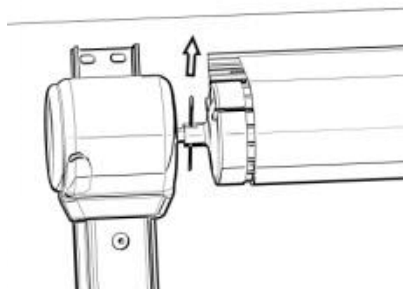

Figure C24
3.9 Entfernen Sie den Sicherungsstift auf der Seite der Spule, die nicht dem Motor zugewandt ist (Abbildung C24). Den Klapparm lösen und die Stoffrolle unter Spannung spannen.